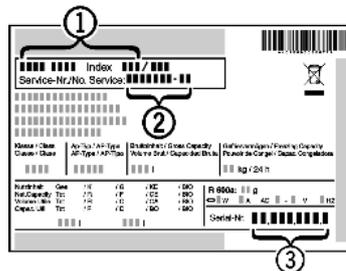

Fig. 64
- ▶ Назва пристрою *Fig. 64 (1)*, сервісний номер *Fig. 64 (2)* та серійний номер *Fig. 64 (3)* вказані на заводській табличці. Заводська табличка знаходиться всередині пристрою, зліва.